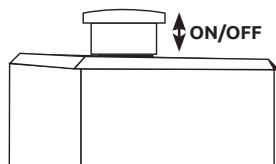

figure 2
- ▶ Aprire la valvola di uscita, impostare la manopola dell'interruttore di pressione in posizione "ON" (Fig.2) e lasciare che il compressore eseri scada per 10 minuti senza carico, al fine di garantire la lubrificazione delle parti in movimento prima del servizio regolare.